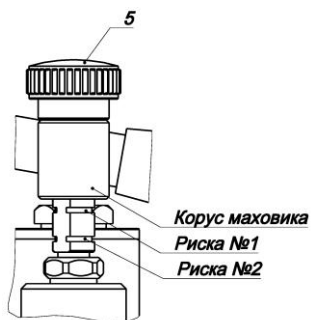

Рисунок 2 – Отсечной клапан
– перевести отсечной клапан (поз. 5) в режим создания давления, путем вращения маховика клапана по часовой стрелки до тех пор, пока не совместится край корпуса маховика с первой риской №1 (рис. 2).
Перевести отсечной клапан (поз. 5) в режим создания давления, путем вращения маховика клапана по часовой стрелки до тех пор, пока не совместиться край корпуса маховика с первой риской №1 (рис. 2). Предварительное создание давления в системе осуществляется с помощью поступательных движений рукояткой (поз. 6) насосного блока (поз. 2) и вращения рукоятки (поз. 10) маховика клапана создания давления (поз. 11). По часовой стрелке – давление повышается, против часовой стрелки – давление понижается. Точное создание давление осуществляется отсечным клапаном в диапазоне движений корпуса маховика до риски №1. Положение корпуса маховика выше риски №1 соответствует сбросу давления. При необходимости отсечения насосного блока от рабочей полости приборов, сместите корпуса маховика до риски №2. Положение корпуса маховика ниже риски №2 соответствует режиму работы системы без насосного блок. Данный режим необходим при давлениях менее 10 МПа при наличии в рабочей среде загрязнений и при давлениях в системе более 70 МПа для любой рабочей жидкости. Режим работы при давлении менее 10 МПа с наличием загрязнений обусловлен возможной не стабильностью поддержания давления насосным блоком в загрязненных средах.
Режим работы системы при давлении **более 70 МПа** обусловлен повышенным износом клапанного блока, **рекомендуется** при давлениях **выше 70 МПа** отсекаать насосный блок от повышенного давления путем вращения маховика отсечного клапана (поз. 5) по часовой стрелки до тех пор, пока не совместиться край корпуса маховика с риской №2 (рис. 2).